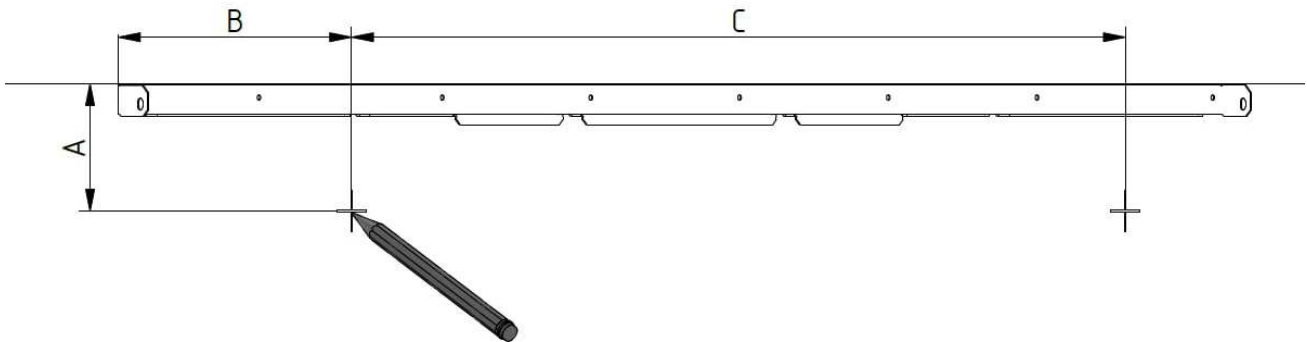

Abbildung 10: Anzeichnen der Bohrlöcher für die Kanäle
2. Zeichnen Sie die Mitte der Kanallöcher an, siehe Abbildung 10 und Tabelle 6.